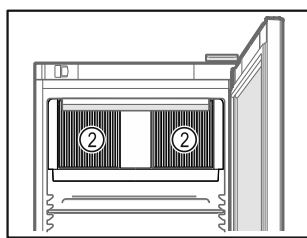

Fig. 56
- Udržujte voľné vetracie štrbiny Fig. 56 (2) cirkulačného ventilátora vo vnútornom priestore.